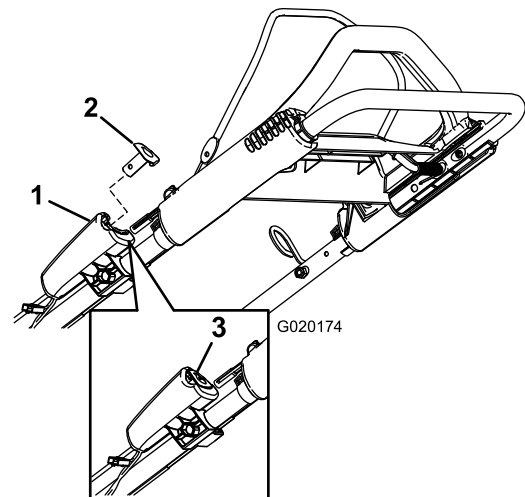
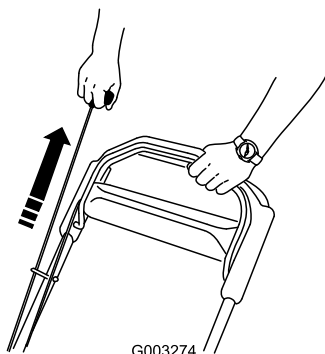

Bild 17
Bild 18
2. Stecken Sie den Taster für den Elektrostart ein (Bild 17) oder ziehen Sie am Rücklaufstartergriff (Bild 18).
Hinweis: Wurde der Taster für den Elektrostart entfernt, setzen Sie diesen in den Elektrostarter ein, siehe Bild 17.